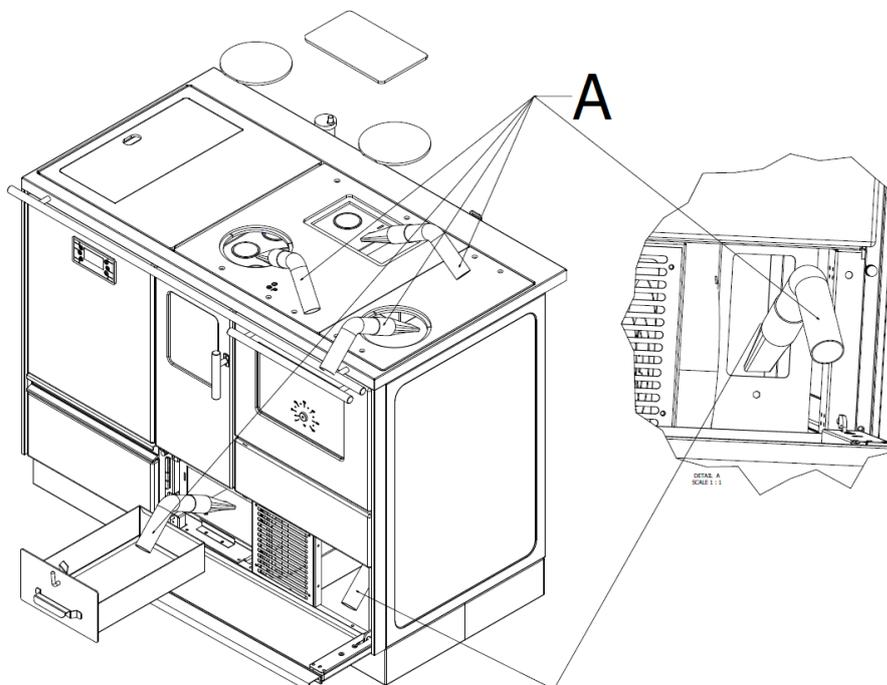

Figure 14
- La cuisinière doit être nettoyée régulièrement pour assurer son bon fonctionnement et un rendement optimal, ainsi qu'une économie de combustible. Les endroits indiqués par la lettre A en figure 14 ci-dessus doivent être nettoyés à l'aspirateur tous les 7 à 10 jours, alors que le cendrier doit être nettoyé chaque jour.